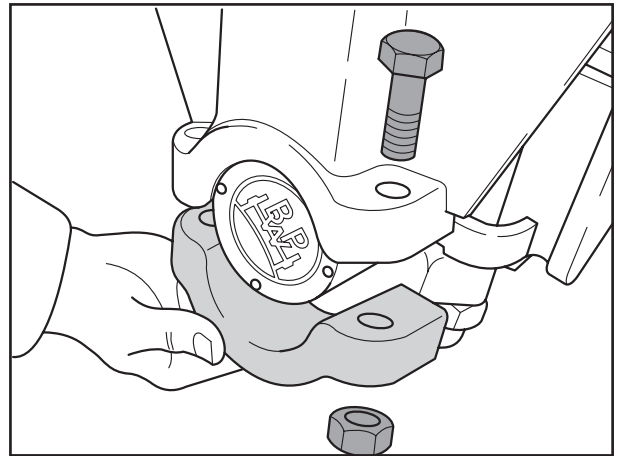

Fig. 1
- [4] Sicherungsmuttern von den Befestigungsschrauben der vier Lagerdeckel abschrauben, Lagerdeckel abnehmen (Fig. 1).
- [4] Unscrew the securing nuts from the attachment bolts of the four bearing caps, take off bearing caps (Fig. 1).
- [4] Dévisser les écrous de sûreté des vis de fixation des quatre chapeaux de palier, enlever les chapeaux de palier (fig. 1).